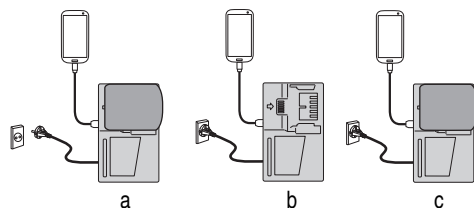

Fig. 8
- (1) Sélectionnez une méthode de charge. Selon la méthode de charge sélectionnée, soit la batterie est insérée dans le chargeur, ou le câble d'alimentation est branché dans une prise électrique.
- Chargement d'un périphérique USB à l'aide d'une batterie (Fig. 8-a)
- Charger un dispositif USB à partir d'une prise électrique (Fig. 8-b)
- Charger un dispositif USB et une batterie à partir d'une prise électrique (Fig. 8-c)